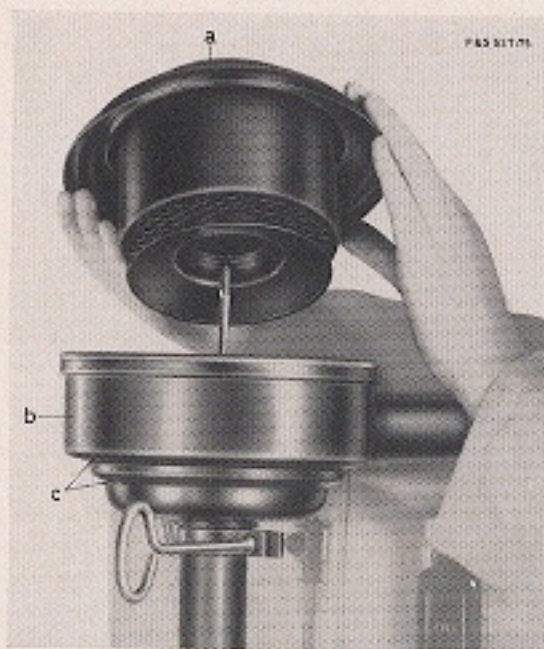

Figure 10:
**1. FILTRE A AIR A BAIN D'HUILE.** — Maintenir le niveau d'huile dans ce filtre (fig. 10) jusqu'à la hauteur repérée par un cercle de couleur à l'intérieur du filtre. Changer cette huile en fonction de l'état poussiéreux de l'atmosphère, au plus tard lorsque la hauteur de ces poussières atteint 1 cm à la base du filtre. Une huile très chargée en poussières nuit au bon fonctionnement du filtre qui ne protège plus le moteur.
Démonter le filtre voir fig. 10. Après avoir enlevé la partie supérieure, évacuer l'huile souillée et laver ce bol avec du combustible Diésel. L'élément filtrant composant la partie supérieure se nettoie de lui-même lorsque le filtre est en service. Néanmoins, nous vous recommandons de nettoyer cet élément toutes les 200 heures en le trempant dans du combustible Diésel. Ne pas employer d'essence, d'ingrédients détergents ni de liquide chaud. Faire ensuite égoutter. Terminer en examinant la pipe de raccordement au moteur afin de voir si elle ne renferme pas de corps étrangers, paille etc. Si elle n'est pas bosselée et si ses extrémités sont étanches. L'échanger dans le cas contraire. Remplir le filtre avec de l'huile jusqu'à la marque c (fig. 10).